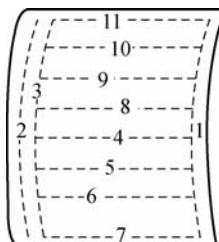

图 8-77 发动机罩的喷涂顺序
(4) 发动机罩。首先喷涂发动机罩的边缘, 然后是发动机罩的前部, 下一步是在前翼子板的侧面。另一侧也使用相同的方法喷涂。发动机罩的喷涂顺序如图8-77所示。